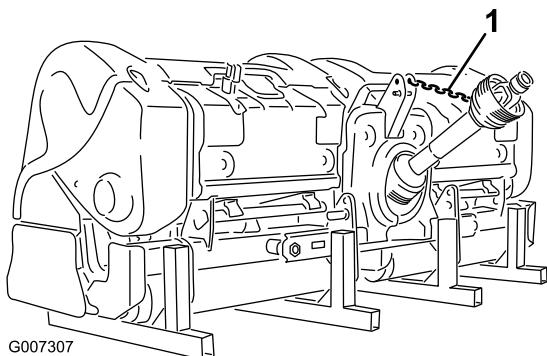

Figura 40
12. Conecte el amarre de la toma de fuerza al protector de la toma de fuerza para impedir que el árbol de la toma de fuerza haga contacto con el suelo (Figura 40).